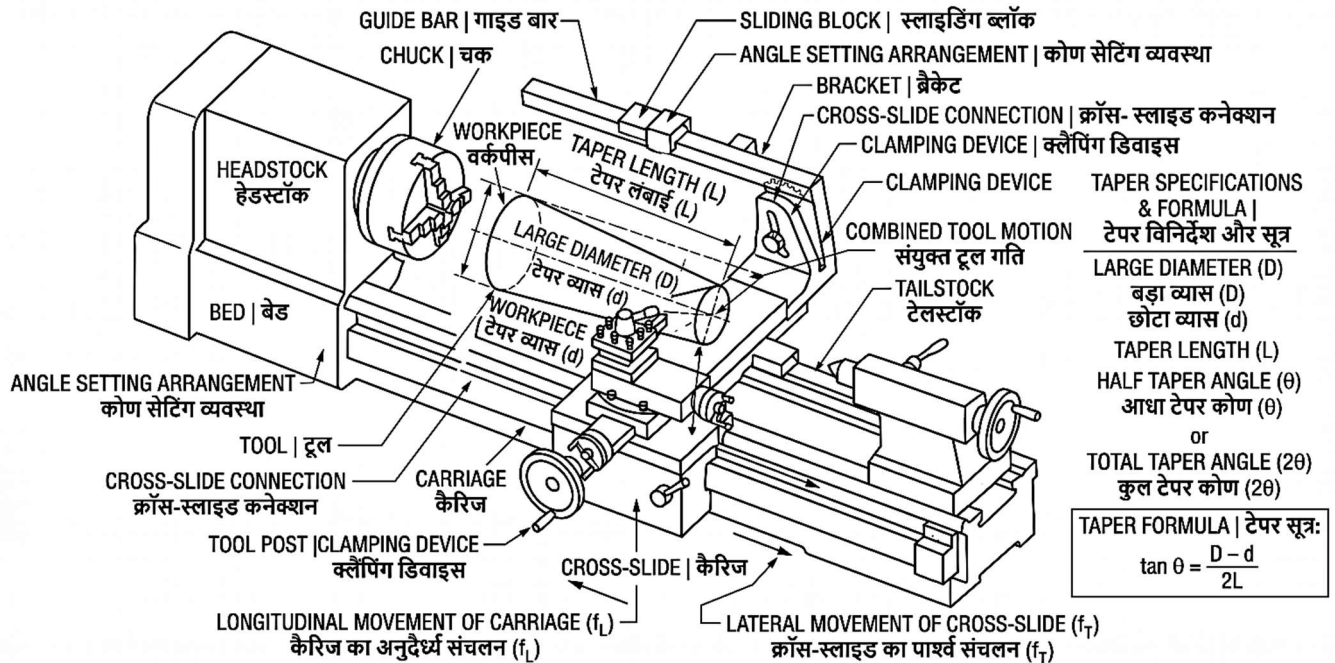

Fig. 6.1: Taper Turning by Taper Turning Attachment | टेपर टर्निंग अटैचमेंट द्वारा टेपर बनाना
6.1.1 Introduction (Fig. 6.1)
6.1.1 परिचय (Fig. 6.1)